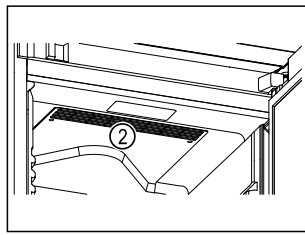

Fig. 62
- ☐ Тримати відкритою вентиляційну щілину Fig. 62 (2) вентилятора циркуляційного повітря у внутрішній камері.